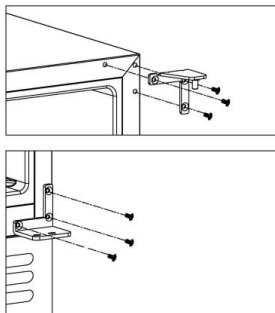

Abbildung 3
- Schrauben Sie das obere rechte Scharnier ⑦ und das rechte untere Scharnier ② vom Gehäuse ⑥ ab und bewahren Sie sie auf, falls Sie die Tür später wieder nach links öffnen möchten [Abbildung 3].
3. Lösen Sie die drei Schrauben ⑧ und entfernen Sie das obere rechte Scharnier ⑦. Bringen Sie das obere linke Scharnier ⑥ an der entsprechenden Stelle in der oberen linken Ecke des Gehäuses an [Abbildung 3].